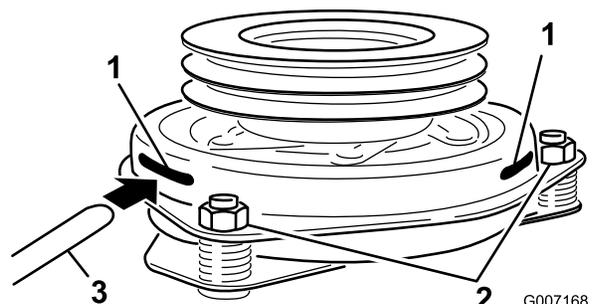

Figura 77
9. Introduzca una galga de 0,381–0,533 mm por una de las ranuras de inspección en el lateral del conjunto (Figura 77).
10. Apriete las contratuercas hasta fijar ligeramente la galga pero dejando que ésta se pueda mover con facilidad en la separación (Figura 77).